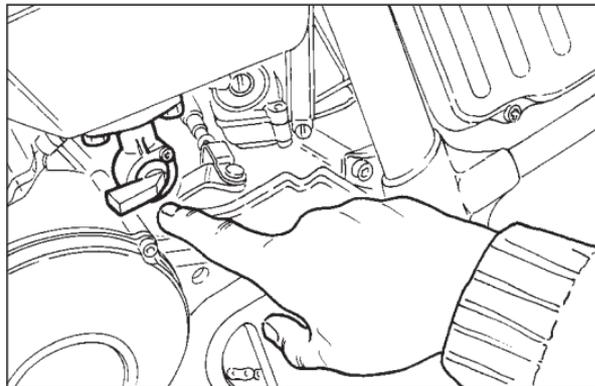

Fig. 39
## DEMARRAGE (Fig. 39)
- ◆ Ouvrir le robinet du carburant (Fig. 39).